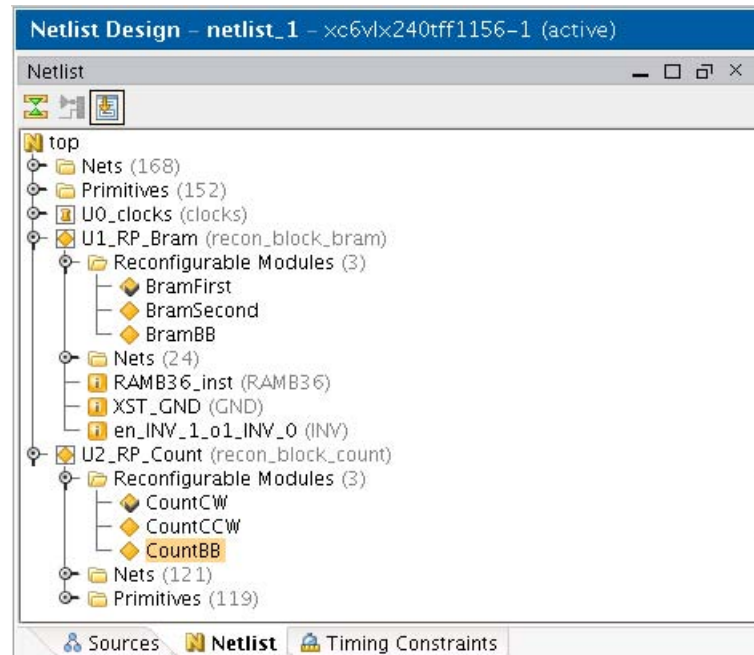

図 10 : ブラック ボックス モジュールを含む [Netlist] ビュー
このオプションの手順を終了すると、[Netlist] ビューの各リコンフィギャブル パーティション (RP) の下にブラック ボックス モジュールが 1 つずつ表示されます (図 10)。RM のネットまたはプリミティブは表示されなくなります。これはブラック ボックス リコンフィギャブル モジュールが現在アクティブで、このモジュールに関連するロジックまたはネットがないためです。